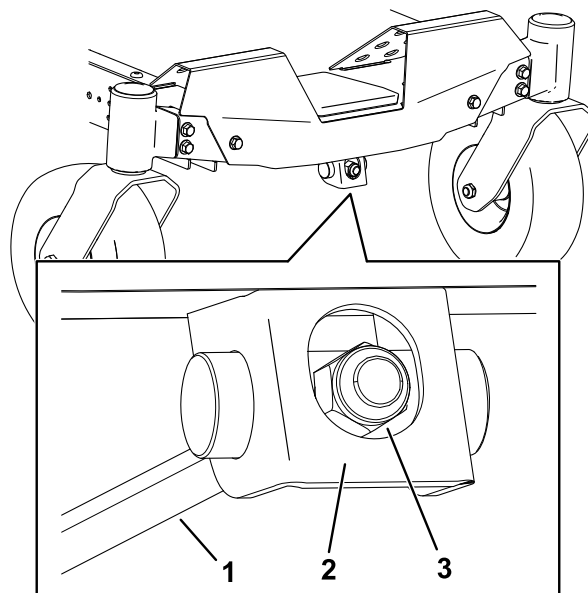

Figura 64
1. Gire la tuerca de ajuste de la parte delantera del cortacésped (Figura 64).